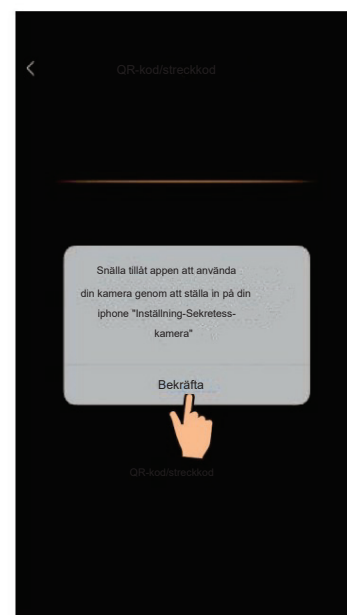

Fig.15 Skanningsgränssnitt
5. Klicka på "OK" (Fig.15) för att låta appen använda kameran för att skanna streckkoden på värmepumpsenheten (Fig.16);